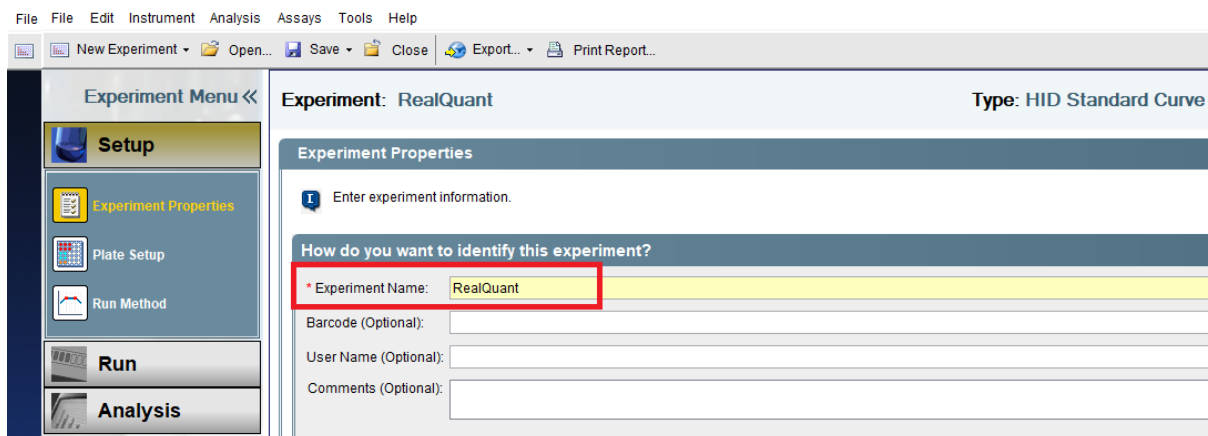

Рисунок 3
3. В открывшемся окне в графе «**Experiment Name**» задать имя эксперимента (рисунок 3).